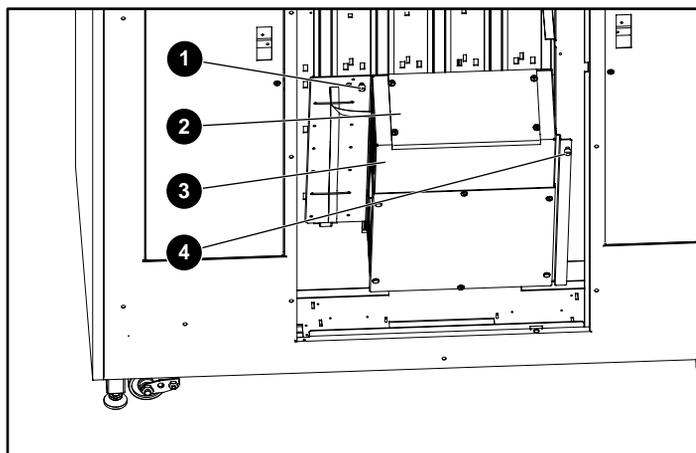

図2: 電子ベイを開く
4. キャビネットの外側に電子ベイを傾けます (図2を参照)。